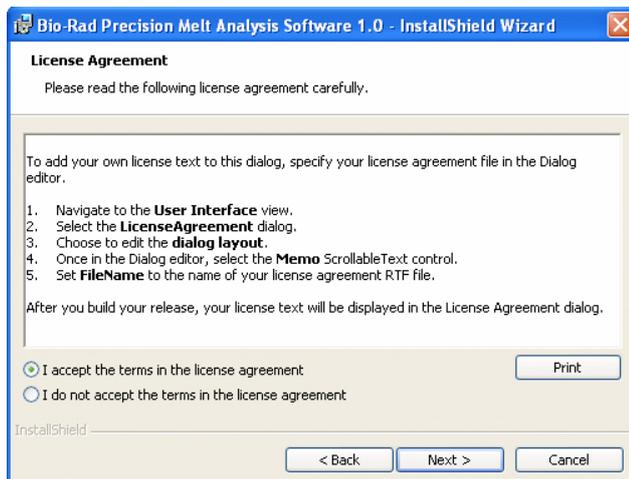

Рисунок 2. Условия лицензионного соглашения.
4. Для установки программного обеспечения Вы должны принять условия лицензионного соглашения. Щелкните напротив соответствующего поля для принятия условий. Щелкните **Next** (Рисунок 2).